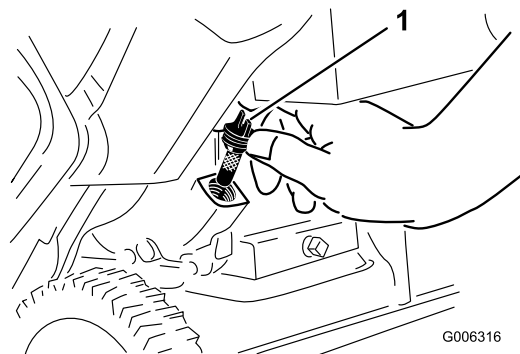

Figure 8
2. Nettoyez la surface autour du bouchon de remplissage (Figure 8).